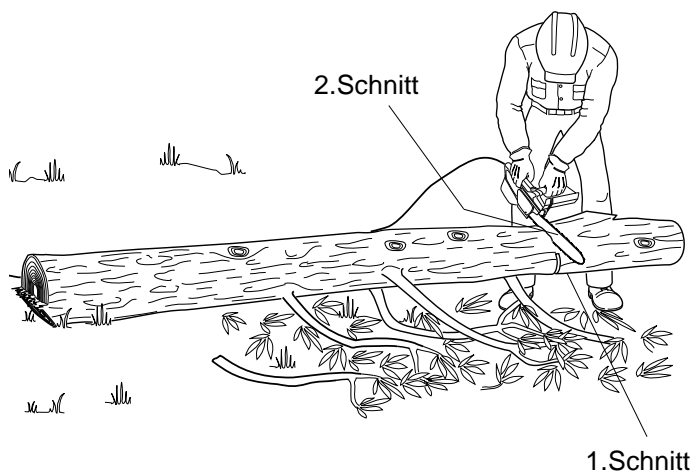

Abb.16 - Ablängen eines Stammes, der an einem Ende aufgebockt wurde
1. Den ersten Schnitt an der Unterseite des Stammes ausführen (siehe Abb.16). Hierzu mit der Oberseite des Schwertes sägen. 1/3 des Stammdurchmessers durchschneiden. Dieser Schnitt vermeidet ein Splittern des Stammes beim Durchtrennen.